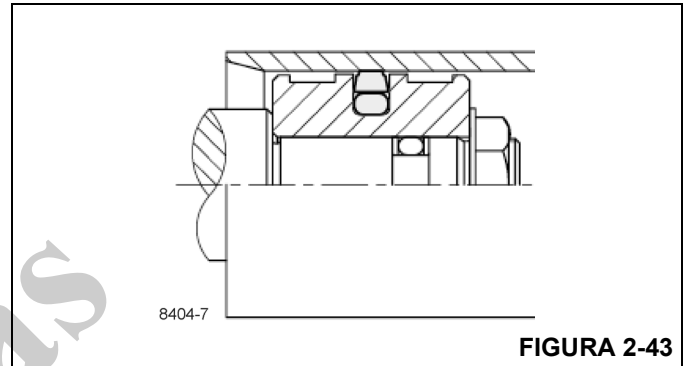

FIGURA 2-43
4. Agora calibre o anel Turcon ainda quente (aproximadamente 40°C, 104°F) usando uma carcaça de calibragem para fazê-lo voltar a seu tamanho original (Figura 2-43). Como alternativa, a calibragem pode ser feita usando o próprio cano do cilindro, se fornecido com um cone adequado.